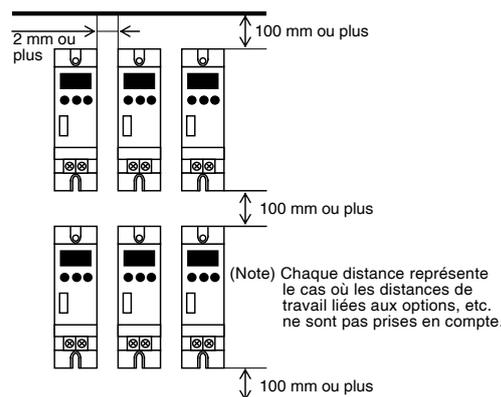

Fig. 1 Distances d'installation
- (1) Installez le produit dans un endroit non poussiéreux, avec un fort effet de refroidissement. Afin d'assurer la dissipation thermique des APR, montez l'APR sur une surface verticale métallique, veillez à ce que la direction du montage vertical corresponde à la figure 1, et prévoyez suffisamment d'espace au-dessus, en dessous et sur les côtés. Si plusieurs APR sont placés à proximité les uns des autres, veillez à prévoir une distance suffisante en plus des dimensions indiquées sur la figure 1 pour réduire l'interférence thermique entre APR.
- (2) La chaleur générée par un APR augmente la température à l'intérieur du panneau. Compte tenu de la hausse de température attendue, prévoyez des mesures de refroidissement et d'aération. (La température maximum à l'intérieur du panneau est de 55 °C.) La température ambiante de référence pour le courant nominal est de 40 °C. Quand elle dépasse 40 °C, réduisez le courant de charge.
- (3) Prévoyez une distance suffisante vis-à-vis des objets environnants afin d'avoir l'espace de travail nécessaire pour utiliser les outils de câblage autour de chaque bornier.
- (4) Le panneau supérieur d'un APR présente une ouverture partielle. Veillez à ne rien faire tomber dans cette ouverture.